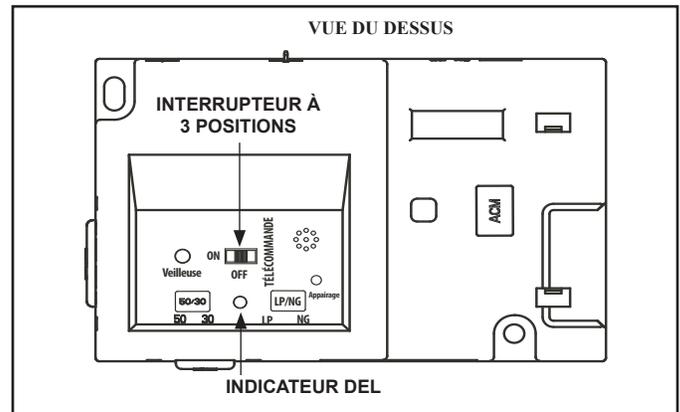

Figure 12. IFT-ECM
1. Le module de commande électronique (IFT-ECM) possède un commutateur de sélection à trois positions ON/OFF/REMOTE qui doit être réglé pour un bon fonctionnement. Voir la figure 12. Lorsque vous changez la position, il est important de faire une pause de 1 à 2 secondes dans chaque position.